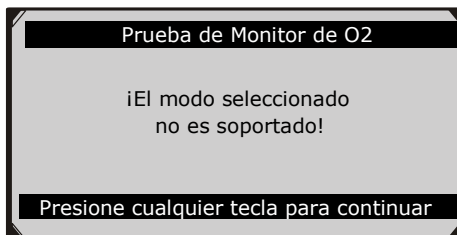

Figura 6.24
- Si el vehículo no soporta el modo de prueba, se mostrará un mensaje de aviso como el siguiente en la pantalla. (Figura 6.24)